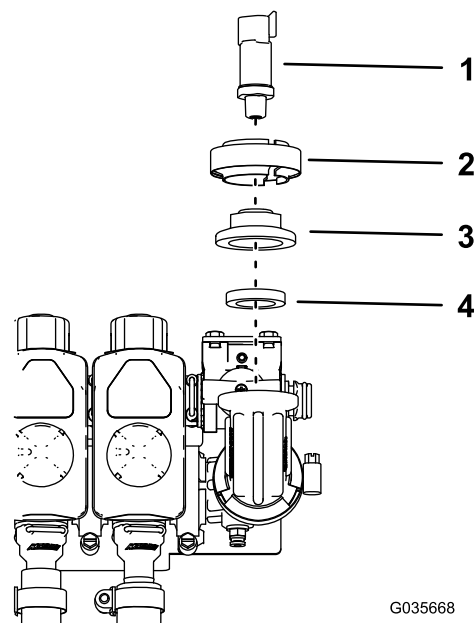

Рисунок 2
7. Установите фланцевую прокладку, колпачковый штуцер и датчик давления, закрепив их при помощи только что снятого хомута датчика (Рисунок 2).